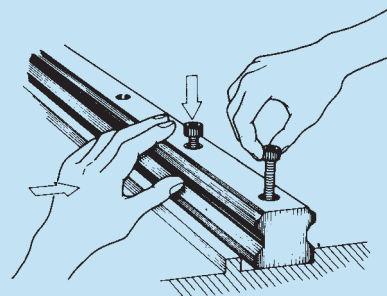

Fig. 30 Verificar si los pernos tienen juego
**Nota:** Utilizar pernos limpios para montar la guía de movimiento lineal. Con los pernos ubicados en los orificios de montaje, verificar que los orificios estén alineados con los orificios para el tornillo. Ver fig. 30. No ajustar el perno si los orificios no coinciden, de lo contrario la precisión se verá afectada.